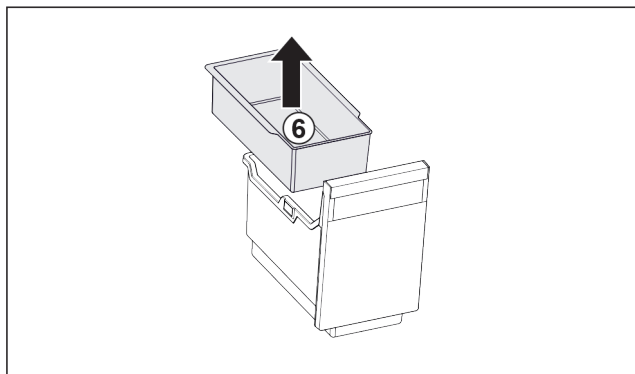

Fig. 119
- Einhängeschale Fig. 119 (6) entnehmen.